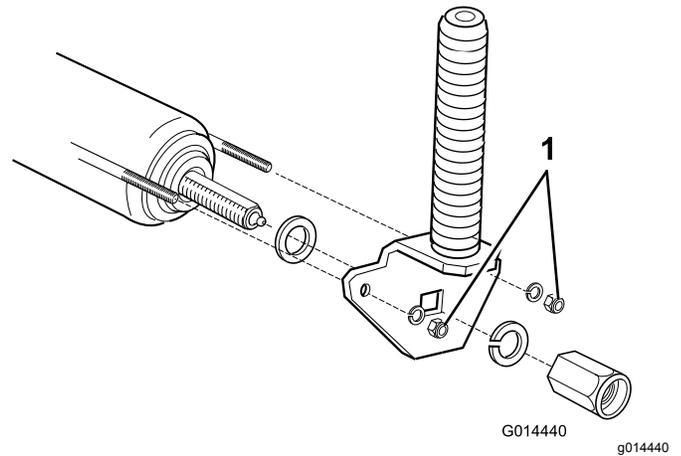

Figura 69
2. Aperte as porcas com quatro voltas completas para tensionar corretamente o fio (Figura 69).